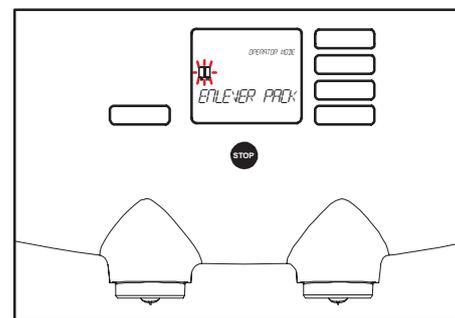

Fig. 46 Retirez le pack
- L'écran affiche : "ENLEVER PACK" +  (fig. 46).